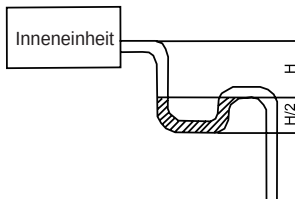

Abb. 24
- (4). Wenn das Ablaufrohr mit dem anpassenden Gefälle nicht installiert werden kann, muss es mit einem Steigrohr verbunden werden.
- (5). Wenn der Luftstrom der Inneneinheit zu hoch ist, kann er zu negativem Druck führen und das Rücksaugen der Außeneinheit verursachen. Einen U-förmigen Wasserbehälter sollte deswegen an der Ablaufseite jeder Einheit installiert werden (Abb. 24).
- (6). Einen Wasserabschneider je Einheit installieren.
- (7). Die Wasserabschneider vereinfachen die Reinigungsarbeiten.